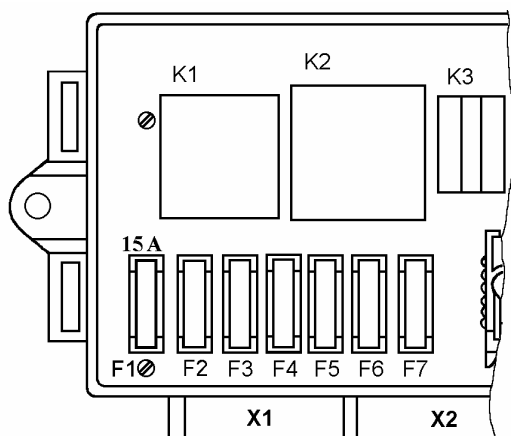

Рис. 8. Блок реле и предохранителей.
4.2.2. Проверить предохранитель F1 (15 А) (рис.8), сняв крышку блока реле и предохранителей, расположенную на левом усилителе брызговика в подкапотном пространстве.